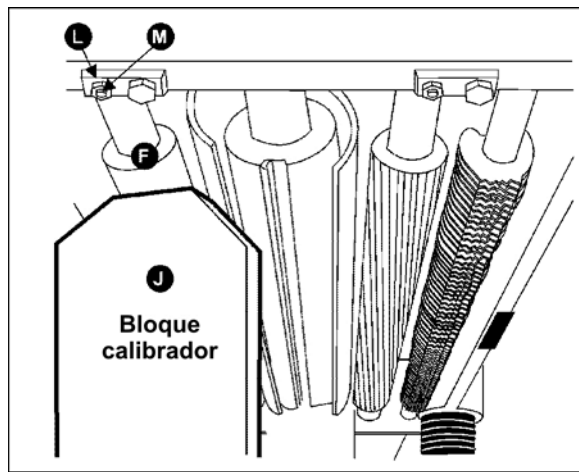

Figura 27
5. Retire el calibrador de láminas y mueva el bloque de salida (J, Figura 27) bajo un extremo del rodillo de salida. La parte inferior del rodillo debería tocar la parte superior del bloque calibrador. Si es necesario un ajuste al rodillo de salida, afloje la tuerca de bloqueo (J, Figura 27) y gire el tornillo (L, Figura 27) hasta que el rodillo de salida toque el bloque calibrador. Luego ajuste la tuerca de bloqueo (L, Figura 27).